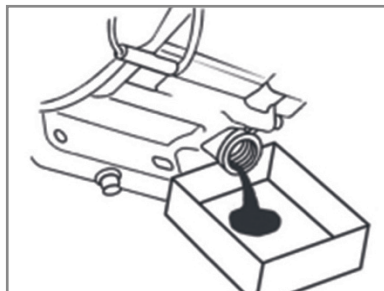

Рис. 13 Замена моторного масла
3. Очистите от загрязнений зону вокруг маслозаливной горловины. Извлеките щуп из маслозаливной горловины и протрите его чистой ветошью (Рис. 13).
4. Выкрутите болт отверстия для слива масла и слейте отработанное масло в подготовленную для этого емкость (Рис. 13).